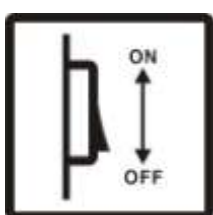

Fig.8
- Ligue o interruptor da fonte de alimentação no lado esquerdo da máquina (Fig. 8).